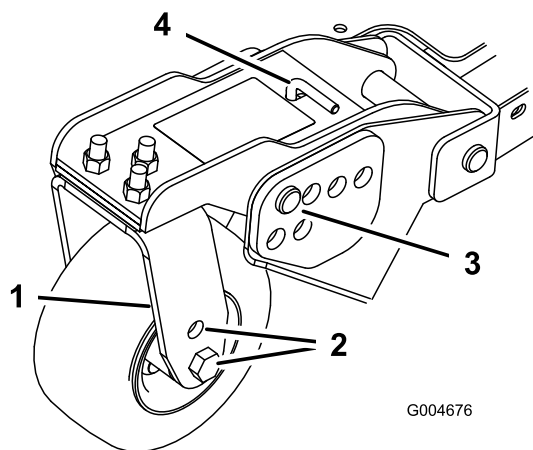
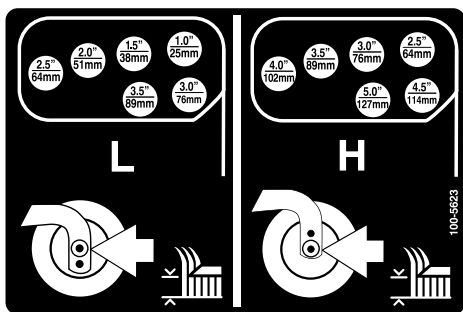

Рисунок 24
Рисунок 25
1. Поместите оси поворотных колес в одинаковые отверстия во всех вилках поворотных колес (Рисунок 22 и Рисунок 24).
6. Извлеките игольчатые шплинты и шплинтуемые штифты из рычагов поворотных колес (Рисунок 24).
7. Поверните натяжную тягу, чтобы поднять или опустить поворотный рычаг до совмещения отверстий с выбранными отверстиями кронштейна высоты скашивания в раме деки газонокосилки (Рисунок 24 и Рисунок 25).